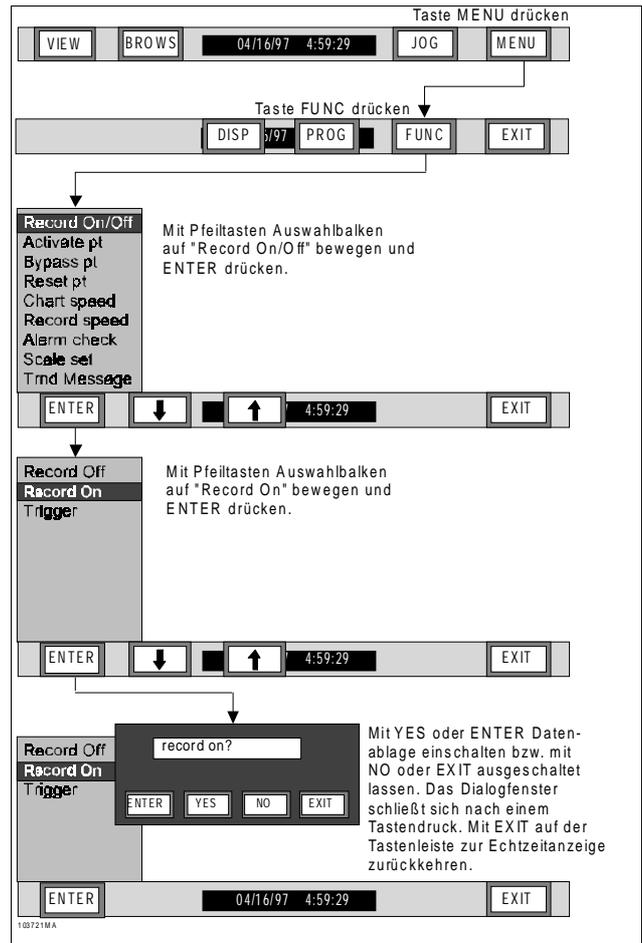

Bild 3-31 Ablaufdiagramm Datensicherung Ein
2. Datensicherung ein – Vor der Datensicherung müssen Sie, wie in Kapitel 4 beschrieben, einige Parameter einstellen wie den Dateinamen, die Festlegung, ob Meßwerte, Alarme oder beides ausgegeben wird, die Datensicherungsrate, die protokollierten Kanäle und den Schreibmodus. Die Funktion "Datensicherung ein" startet das Speichern unabhängig vom Zustand möglicher Triggerbedingungen. Zum Einschalten der Datensicherung siehe Bild 3-31 und die folgenden Anweisungsschritte: